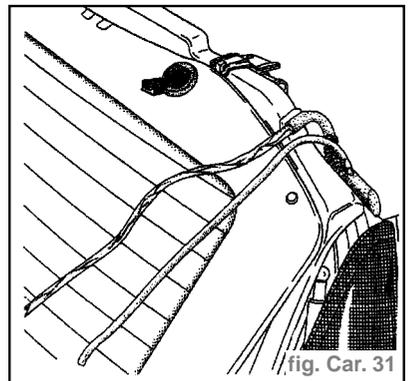

fig. Car. 31
- Déposer (fig. Car. 31) :
- Déposer les deux écrous de fixation de la vitre (fig. Car. 31).